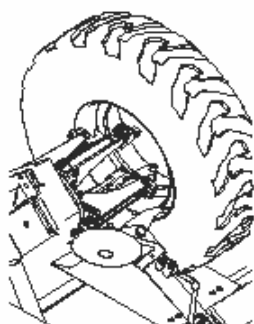

Рисунок 10
6.3.5 Поворачивайте шину против часовой стрелки, пока край шины полностью не отделится от обода (см. Рис. 10).